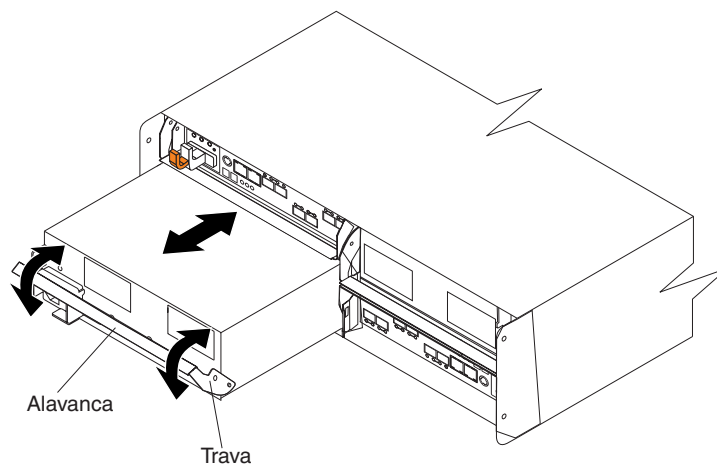

Figura 83. Recolocando uma Unidade de Fonte de Alimentação e de Refrigeração
Utilize o seguinte procedimento para substituir uma unidade AC de energia e refrigeração. A Figura 83 na página 158 ilustra a remoção e inserção de uma unidade.
11. Puxe lentamente a alavanca para fora do chassi para remover a unidade de fonte de alimentação e de refrigeração, conforme mostrado na Figura 83 na página 158.